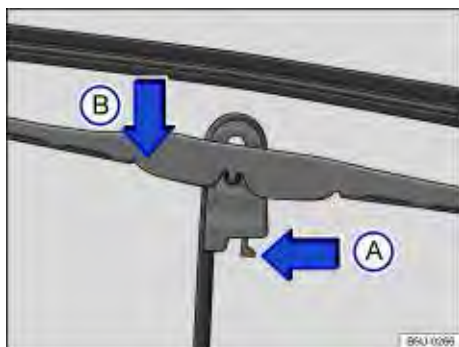

Fig. 133 Substituir as palhetas dos limpadores do para-brisa.
- Colocar a palheta em uma posição perpendicular em relação ao braço ⇒ Fig. 133.
- Apertar a trava de segurança no sentido da seta ①.
- Desencaixar a palheta no sentido da seta ②, deslocar no sentido oposto ao braço do limpador e remover no sentido oposto ao da seta ③.